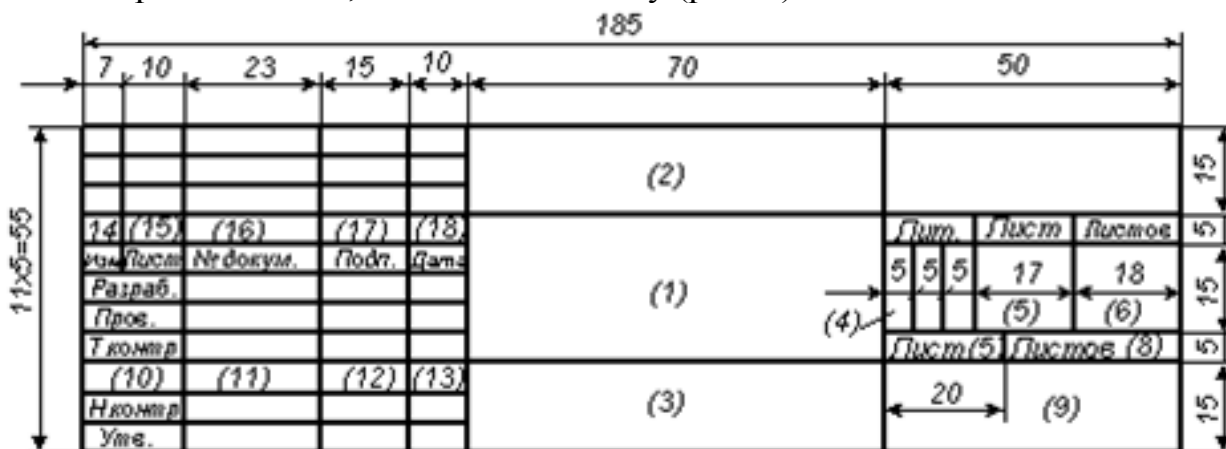

Рис. 2. Основная надпись на чертежах
- 10, 11, 12 – в строке “Разраб.” – фамилию, подпись и дату, в строке “Пров.” – фамилию преподавателя, его подпись и дату (рис. 2)